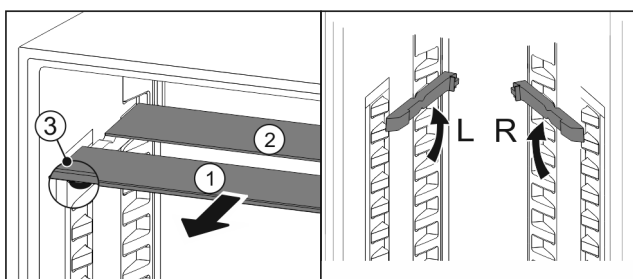

Fig. 52
- ▶ Vytiahnite sklené dosky jednotlivo dopredu Fig. 52 (1).
- ▷ Sklená doska Fig. 52 (1) s ozdobnou lištou leží vpredu.
- ▷ Zarážky Fig. 52 (3) ukazujú nadol.